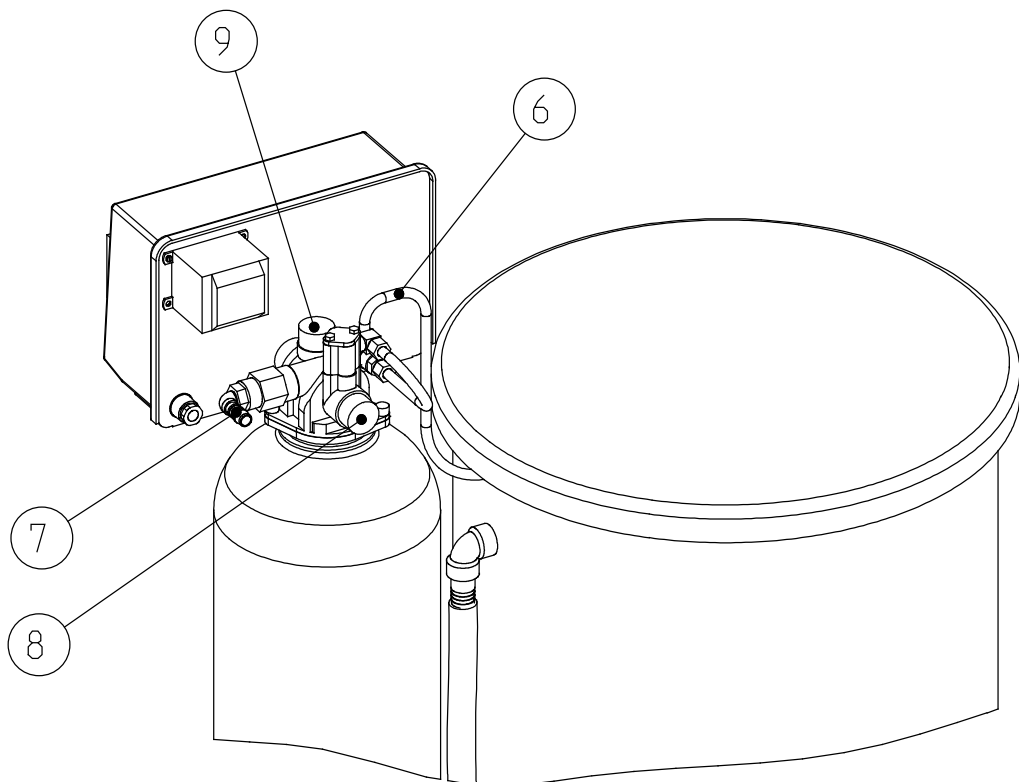

Abb. D-1 (b): Enthärtungsanlage GENO-mat ZF, Hinteransicht
Bei der Installation der Enthärtungsanlage GENO-mat ZF sind bestimmte Regeln in jedem Fall einzuhalten. Zusätzliche Empfehlungen erleichtern die Arbeit mit der Anlage. Die hier beschriebenen Installationshinweise sind in Abb. D-1 illustriert.
Siehe dazu Abb. D-1 (b), Position 8.
1. Wasseranschluss entsprechend Aufstellungszeichnung (Abb. D-1 (a) und (b)) herstellen. Dabei die Vorgaben und Empfehlungen in Abschnitt 1 beachten.
Maße in Abb. D -1 (a); Auszug aus Tabelle D-1